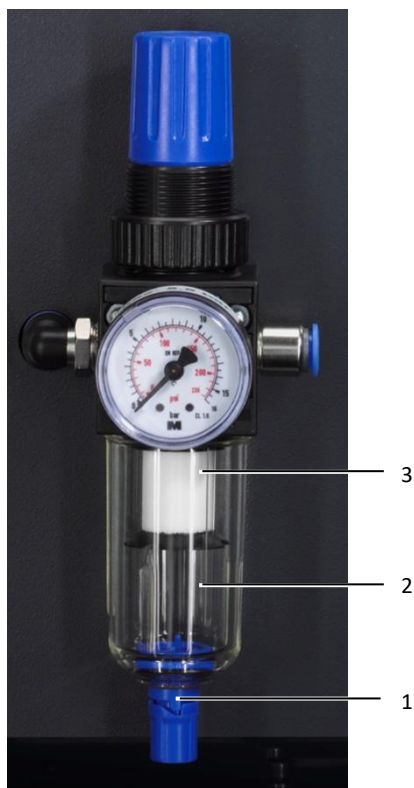

Fig. 29 : groupe de conditionnement d'air comprimé
- Pousser la vis de vidange (fig. 29, pos. 1) vers le haut pour vidanger l'eau de condensation.
- Pour remplacer le filtre, dévisser le réservoir d'eau de condensation (fig. 29, pos. 2) et dévisser le filtre (fig. 29, pos. 3).